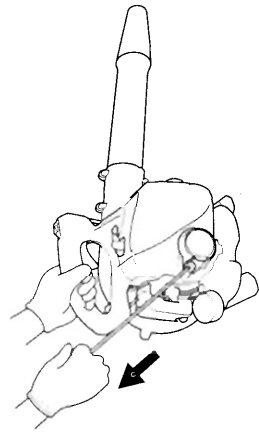

Fig. 7
- Tirez vivement sur la corde du lanceur en accompagnant son retour, sans relâcher brusquement la poignée. (Fig. 7)